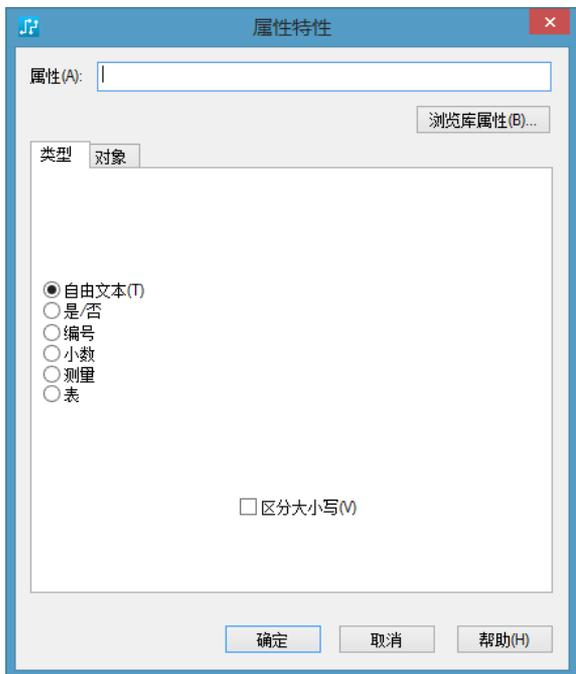

图 6-19 “属性特性”对话框的“类型”选项卡
(3) 属性辞典 可以通过属性辞典创建、编辑、删除当前设计中的属性。注意，这里的属性是整个设计的属性，而不是对单个对象而言的。例如，创建一个新属性。打开“属性辞典”窗口，如图 6-18 所示，单击“新建”按钮，出现“属性特性”对话框，如图 6-19 所示，在该对话框的“类型”和“对象”两个选项卡中设置好参数后，单击“确定”按钮，“属性辞典”窗口中将出现此新属性的名称。
“类型”选项卡如图 6-19 所示，用于设置新创建的属性值类型，其中提供了以下 6 种类型可供选择。